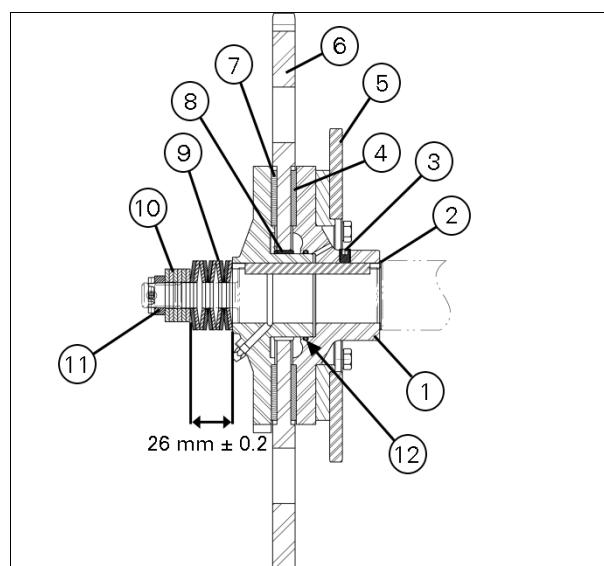

Рис. 2.
- ЗАПРЕЩАЕТСЯ смазывать подшипник скольжения (8) (рис. 2).
- Установите новое уплотнительное кольцо (12) (рис. 2) в ступицу муфты.
- Парно установите набор пружин (С) и плоский пружинный диск, как показано на (рис. 2) (9). Сожмите пружины до размера $(X) = 26 \text{ мм} \pm 0,2$.
- Установите необходимое количество промежуточных втулок (D), чтобы паз шплинта совпал с пазом гайки.
- Убедитесь, что звездочка (E) находится на одной линии со звездочкой промежуточного вала. При необходимости установите втулки в ступицу (F).
- После сборки через пресс-масленку запресуйте консистентную смазку, пока она не покажется в отверстии ступицы муфты (B).